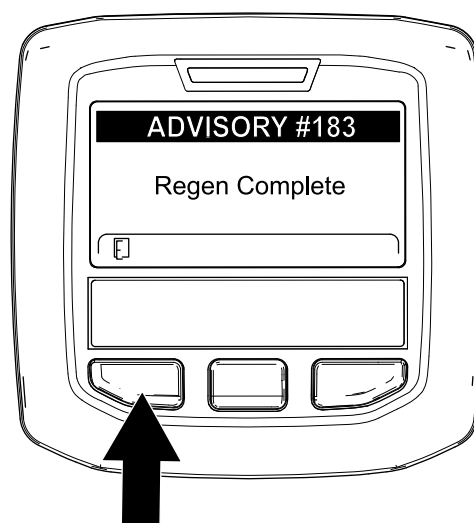

Figura 51
N.º 183 (Figura 51). Prima o botão esquerdo para sair para o ecrã inicial.
Nota: Se a regeneração não for concluída, o InfoCenter apresenta o Aviso N.º 184 (Figura 51). Prima o botão esquerdo para sair para o ecrã inicial.